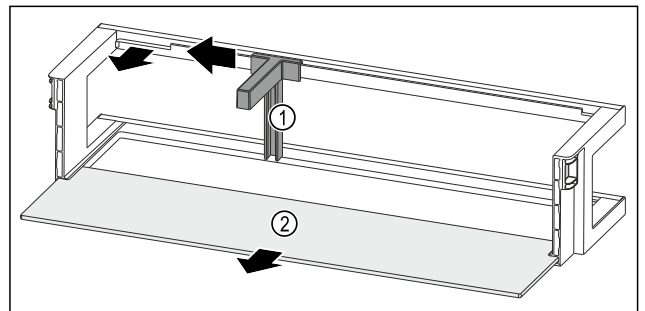

Fig. 261 Türabsteller mit Flaschenhalter und Abstellfläche
- ▶ Flaschenhalter Fig. 261 (1) bis zur Aussparung zur Seite schieben.
- ▶ Flaschenhalter Fig. 261 (1) entnehmen.
- ▶ Abstellfläche Fig. 261 (2) entnehmen.